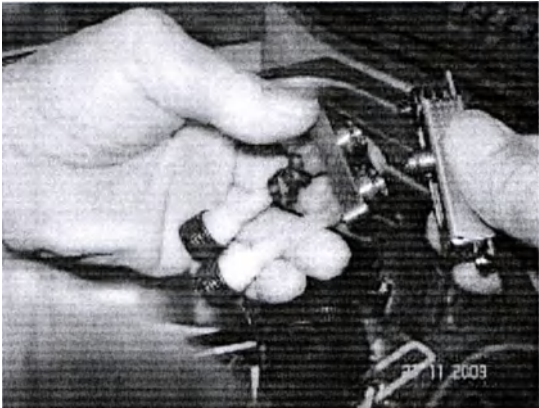

Рисунок 12 – Установка соединителя адаптера на коннектор репроцессора
- установить соединитель 3 (рисунок 10а) адаптера на коннектор репроцессора таким образом (рисунок 12), чтобы подпружиненные втулки каналов воды и воздуха коннектора вошли внутрь соответствующих входных отверстий соединителя (входные отверстия соединителя адаптера имеют обозначения «А» – аспирация, «В» – воздух, нанесенные на корпусе соединителя);